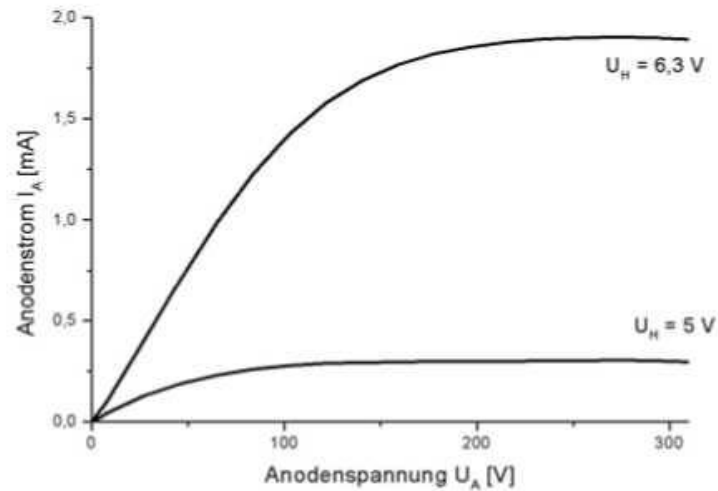

Fig. 2 Dioden-Kennlinien
- Schaltung gemäß Abbildung 2 vornehmen.